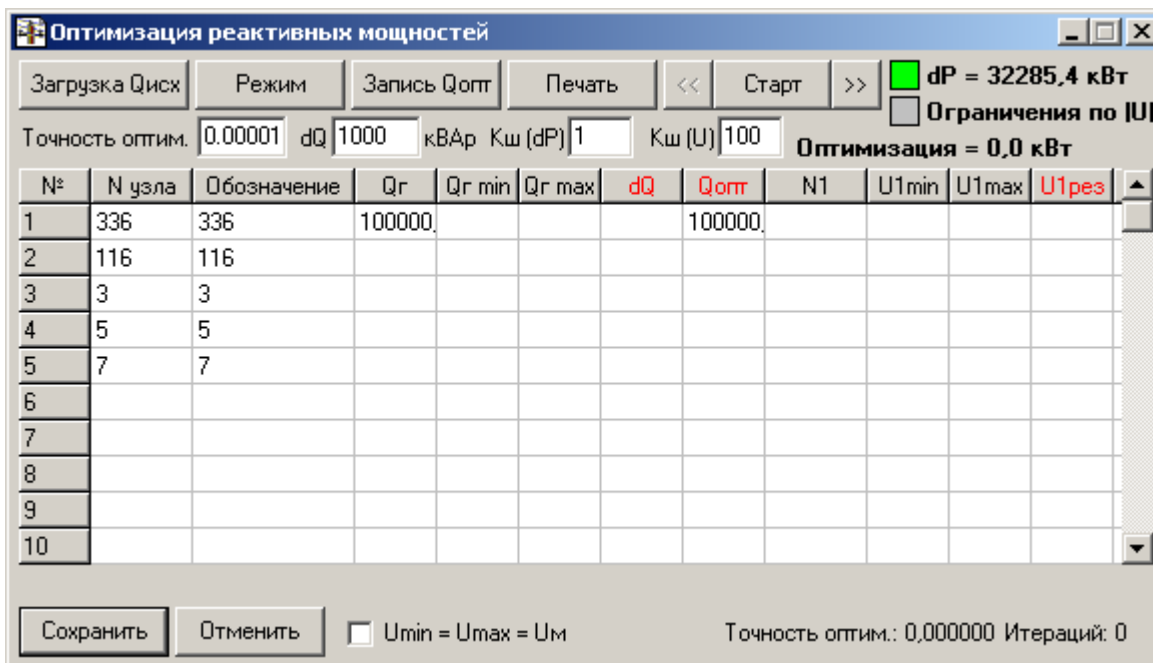

Рис.4. Исходное состояние для оптимизации реактивных мощностей
Теоретический материал – инструкция, п.4.10.2. Для оптимизации реактивных мощностей выберем узлы 336 (электростанция), 116 (узел 110 кВ с низким напряжением), узлы 3, 5, 7 (шины 10 кВ подстанций 35/10 кВ). Окно оптимизации реактивных мощностей выбираем меню: "Оптимизация" – "Реактив. мощности" (рис.4). Нажимаем клавишу F4, вручную вводим номера узлов в колонку "№ узла", нажимаем кнопку "Загрузка Qисх" (из таблицы узлов копируются исходные значения генерации реактивной мощности в колонку "Qг", размерность реактивных мощностей в таблице – кВАр), нажимаем кнопку "Режим" (происходит расчет исходного режима) – значение исходных потерь должно соответствовать последнему режиму, шаг оптимизации (поле ввода "dQ") устанавливаем 1000 кВАр. Окно оптимизации должно выглядеть как показано на рис.4.
- Форматы окон до и после оптимизации (как на рис.4, 5), прокомментировать значения приращений (колонка "dQ") и оптимальных реактивных мощностей (колонка "Qопт") в оптимизируемых узлах;